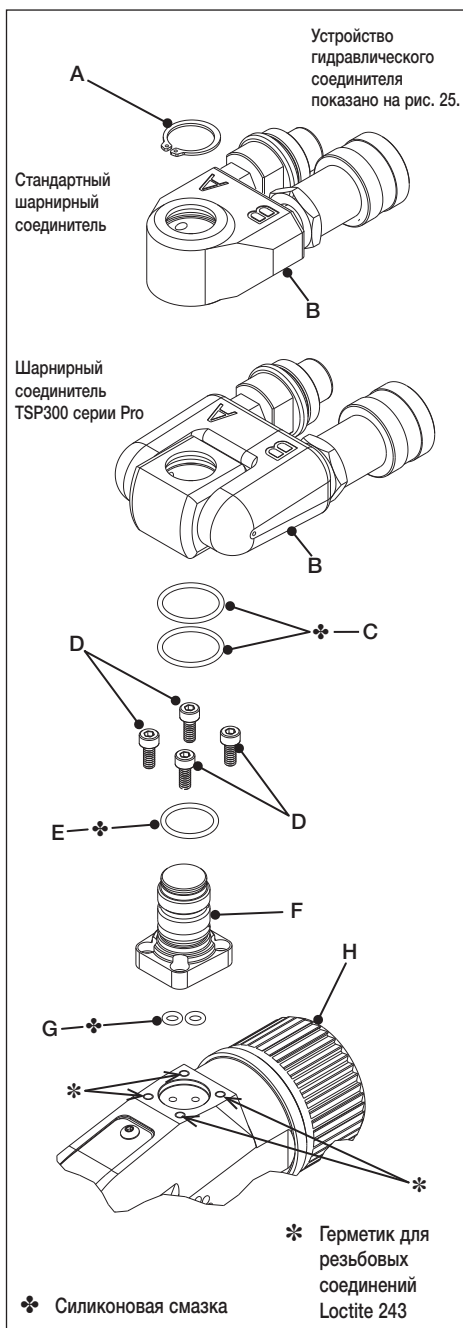

Рис. 21
5.3.1 Снятие гидравлического шарнирного соединителя и оси шарнирного соединителя (рис. 21 и 25)
Детали шарнирного соединителя показаны на рис. 21 и 25.
5.3.7 - Сборка и установка гидравлического шарнирного соединителя и оси шарнирного соединителя (рис. 21 и 25)
- Нанесите небольшое количество герметика для резьбовых соединений Loctite 243 на резьбу крепежных отверстий в корпусе гайковерта. Места нанесения отмечены на рис. 21 значком ***.**